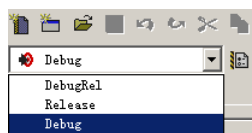

图 2-8 选择 Debug 版本
(1) 在新建的工程中，选择 Debug 版本，如图 2-8 所示，使用 Edit|Debug Settings 菜单对 Debug 版本进行参数设置。